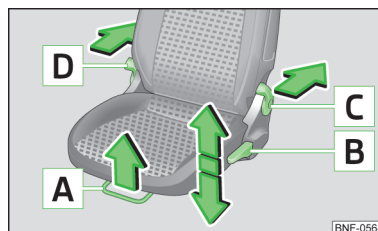

Fig. 45
Betjeningselementer på førersædet » Fig. 45
- Træk armen **A** » Fig. 45 i pilens retning, og skub sædet i den ønskede retning.
- Træk eller tryk armen **B** » Fig. 45 i en af pilenes retning flere gange.
- Træk armen **C** i pilens retning » Fig. 45, og indstil den ønskede hældning på ryglænet med ryggen.
- Træk i armen **C** eller **D** » Fig. 45, og klap ryglænet frem.